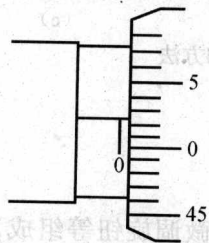
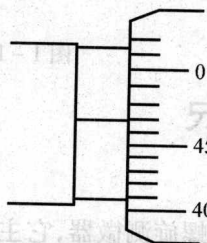

图 1-13 零误差为正误差
图 1-14 零误差为负误差
(1) 千分尺的精度。千分尺是利用直线距离转化为角位移的原理制成的。主尺上的固定刻度的最小分度值为0.5mm,螺旋尺即可动刻度共有50个分度,当可动刻度尺旋转一周时,它的主尺上前进或后退一个刻度0.5mm,则可动刻度每转过一个分格时,可动小砧前进或后退0.01mm,所以它测量的长度可达到精度为0.01mm。
(2) 千分尺的使用及读数方法。将待测物放在两小砧之间,然后用旋钮将被测物紧固,再用微调旋钮调整,直至发出三响“嘀嗒”声后读数。先读固定主尺读数,要读出整毫米刻度,注意有无半毫米刻度出现,再读出固定刻度上的水平线对应的可动刻度尺上的读数(要有估读数据),将此数乘以0.01后与固定刻度上的读数相加即得到最后读数。
(3) 千分尺的零误差。当千分尺的两小砧靠在一起时,如果尺的读数不为零,则此时的读数称为它的零误差。如图1-13所示的零误差为正误差(0.024mm);如图1-14所示的零误差为负误差($0.470\text{mm} - 0.500\text{mm} = -0.030\text{mm}$)。